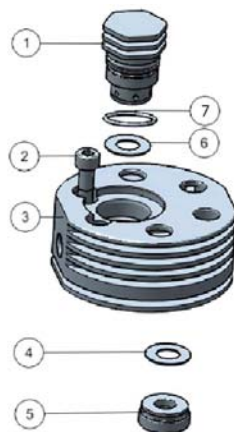

Рисунок 30– Головка клапанов 2-й ступени
- открутить на головке 3 гайки трубки охлаждения 2-й ступени, чтобы отсоединить трубку охлаждения (рисунок 30);